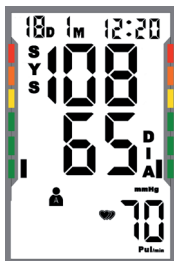

Abb. 7c
- Im Anschluss lässt Ihr **smartLAB[®] profi-I** langsam Luft entweichen und beginnt mit der Blutdruckmessung. Abschließend werden Blutdruck und Pulsfrequenz errechnet und im Display angezeigt. Unregelmäßiger Herzschlag wird durch das entsprechende Symbol  im Display gekennzeichnet. In der Bi-Klassifizierungs-Skala an der linken bzw. rechten Display-Seite können Sie sehen, wie Ihr gemessener Wert einzuordnen ist (s. Abb. 7c). Das Messergebnis wird automatisch im ausgewählten Speicher abgelegt.